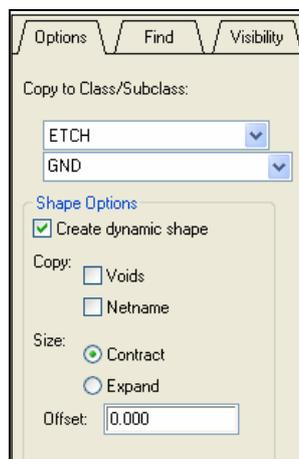

图 9-1 Options 选项卡
(1) 选择 Edit|Z-copy 命令可以将某一个 Shape 复制到另一个层，形状位置等均保持原样。选择该选项后，右侧控制面板中的 Options 选项卡如图 9-1 所示。